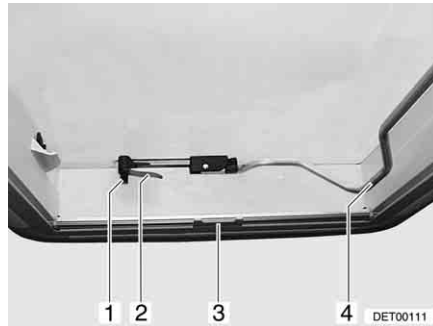
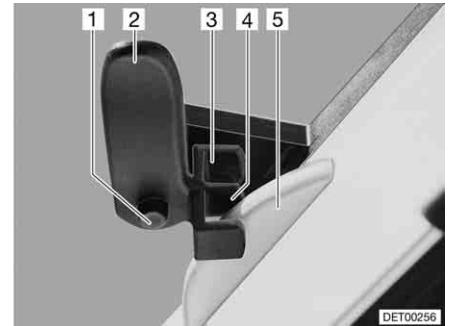

Bild 74 Heki-taklucka, stängd
Bild 75 Heki-takluckan i ventilationsläge 1
Öppna: ■ Tryck ned låsknappen (Bild 74,1) och vrid låsarmen (Bild 74,2) ett kvarts varv inåt.
■ Dra ut bygel (Bild 74,4) nedåt, så att spärren släpper.
Stänga: ■ Dra ut bygel (Bild 74,4) nedåt, så att spärren släpper.
■ Vrid låsarmen (Bild 74,2 och Bild 75,2) ett kvarts varv. Takspärrens tapp (Bild 75,5) måste hakas in i den översta fäst delen (Bild 75,3).
■ Tryck på låsknappen (Bild 75,1) och vrid tillbaka låsarmen (Bild 75,2). Takspärrens tapp (Bild 75,5) måste hakas in i den nedre fäst delen (Bild 75,4).